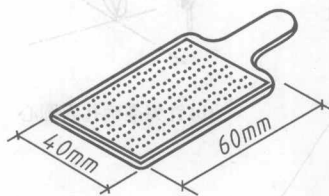

图 1-6 砂纸板
**砂纸** 砂纸是用来磨铅笔芯的。选用砂纸时,一定要选用细面砂纸。另外,砂纸板(图 1-6)用完后,应将上面的铅笔芯粉末抖在废纸内包起来,以免影响图面的整洁和其他仪器、工具的清洁。